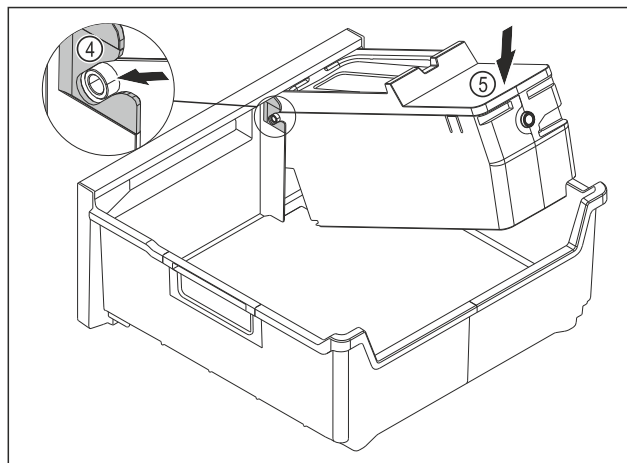

Fig. 83
- ▶ Montáž korpusu EasyTwist-Ice: Osi korpusu EasyTwist-Ice zasunúte do vedení Fig. 83 (4).
- ▶ Zatlačte korpus EasyTwist-Ice Fig. 83 (5) zozadu smerom nadol.